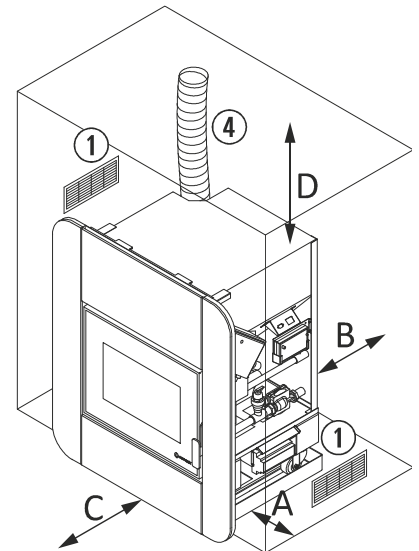

Figura 3
- 4.19.** Compruebe los espacios entre la caldera, el combustible y cualquier tipo de material inflamable, compruebe *figura 3*.